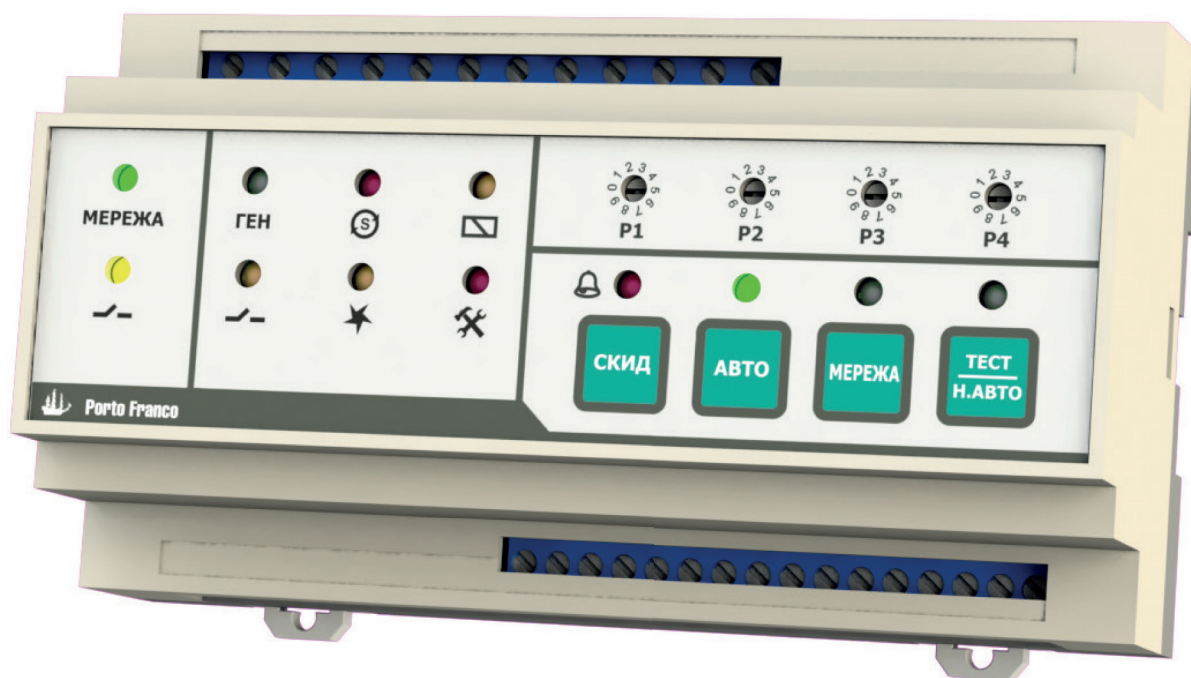

Рис. 5.1 – Зовнішній вигляд контролера АВР-КД
5.1.1 Конструктивно контролер виконаний у пластмасовому корпусі та призначений для встановлення на DIN-рейку. На передній стороні розташовані світлодіоди індикації, перемикачі параметрів і кнопки управління контролером. Зовнішній вигляд контролера представлений рис. 5.1.